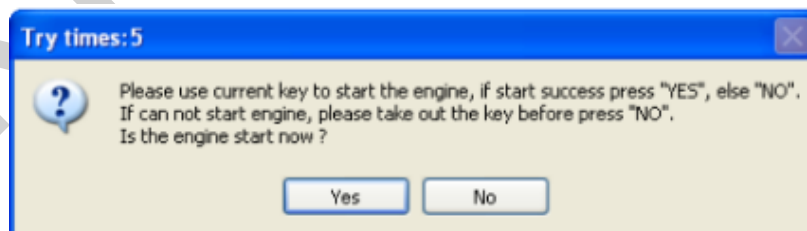

IMAGEN 5.16
- Bajo la función “Lost All Key” para el CAS3+ versión encriptada (y también en la función “File Make Key”) obtendrá una ventana con la de la (IMAGEN 5.16): en el recuadro puede encontrar “Try 5 times” lo que significa que ese es el quinto intento para encender. Si puede encender el vehículo presione YES, la llave se habrá programado exitosamente. Si no puede encender el vehículo, presione NO, y continúe al siguiente intento.